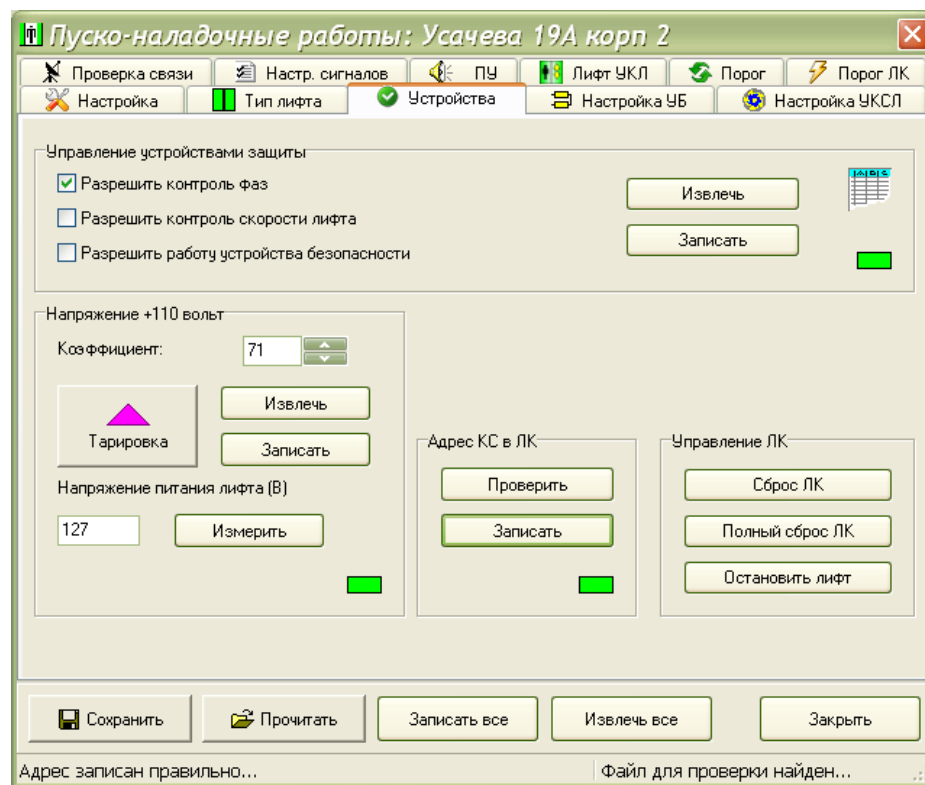

Рисунок 61
6) Установить и записать в КЛН коэффициент измерения напряжения питания лифта «+110 В» на вкладке «Устройства» окна «Пусконаладка» (рисунок 61):